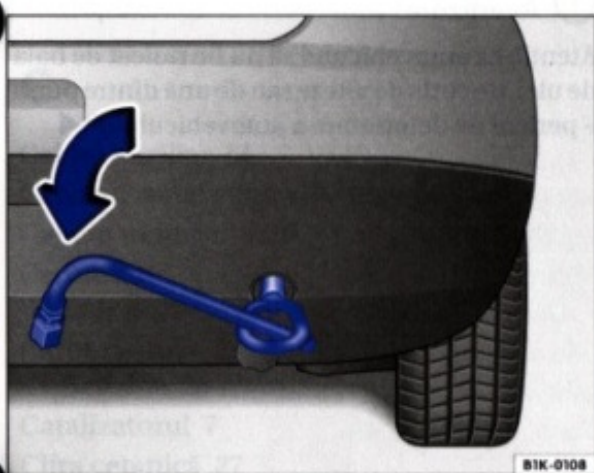

Fig. 44 Însurubarea inelului de remorcă spate
- Înșurubați inelul de remorcă în sensul indicat de săgeată spre *stânga* în filet, până la limită ⇒ fig. 44.